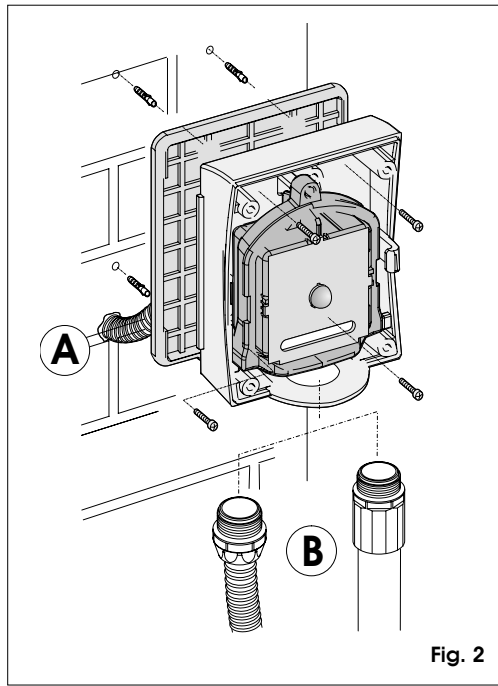

Fig. 2
- Au mur, à l'aide d'un tube à encastrer (fig.2- réf. A) ou avec un tube/gaine externe (fig.2- réf.B).
- En pared con tubo que se encaja (fig. 2 – ref. A) o con tubo/vaina externos (fig. 2 - ref. B).
- Wandmontage mit unter Putz verlegtem Installationsrohr (Abb. 2- Pos. A) oder mit Installationsrohr/Kabelmantel auf Putz (Abb. 2-Pos. B).